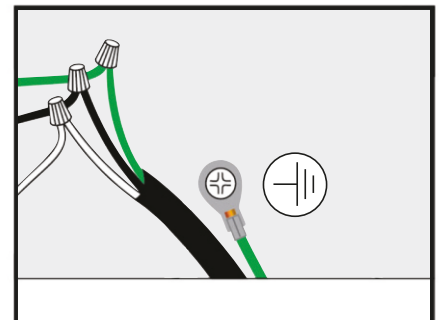

Figure 12
- Branchez le câble au câblage de la hotte (voir figure 12).